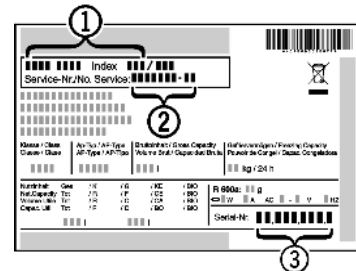

Fig. 44
- ▶ Gerätebezeichnung Fig. 44 (1), Service-Nr. Fig. 44 (2) und Serial-Nr. Fig. 44 (3) vom Typenschild ablesen. Das Typenschild befindet sich an der linken Geräteinnenseite.